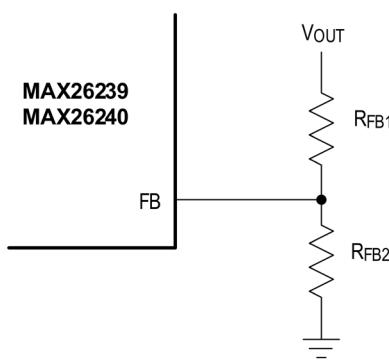

図 1. 出力電圧の外部調整
FB を  $V_{CC}$  に接続すると、帰還ピン (FB) と AGND の間に配置された内部抵抗分圧器で設定される固定出力電圧がイネーブルされます。出力電圧を 3V~20V の範囲で外部調整するには、図 1 に示すように、出力 (OUT) から FB を経由して AGND に至る抵抗分圧器を接続します。 $R_{FB1}$  と  $R_{FB2}$  の値は式 12 を使用して計算します。